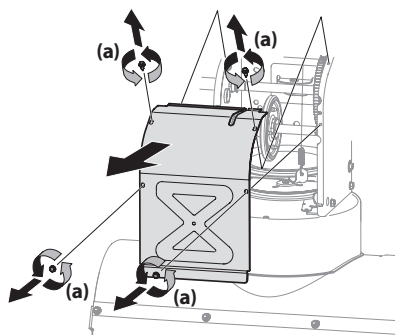

Figura 4-4
3. Saque la cubierta del marco desde debajo de la unidad, para lo que debe extraer los tornillos autorroscantes (a) que la sujetan. Consulte la Figura 4-4.
2. Saque la cubierta del marco desde debajo de la unidad, para lo que debe extraer los tornillos autorroscantes que la sujetan. Consulte la Figura 4-4.
3. Saque la cubierta del marco desde debajo de la unidad, para lo que debe extraer los cuatro tornillos autorroscantes que la sujetan. Consulte la Figura 4-4.